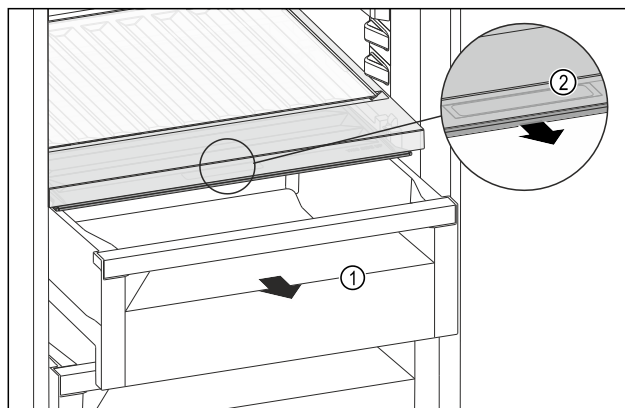

Fig. 138
- ▶ Zásuvku Fig. 138 (1) vytáhněte.
- ▶ Uchopte prohlubeň pro rukojeť Fig. 138 (2) na víko zásuvky a současně zatáhněte za víko zásuvky směrem dopředu.